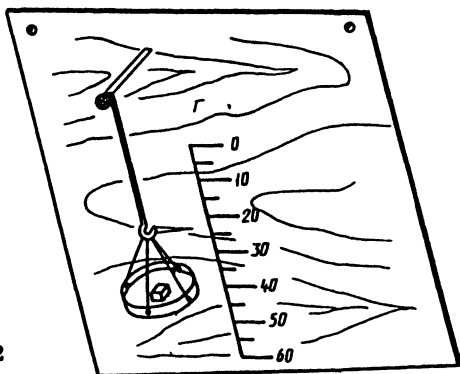

Рис. 6.12
- Элементарные весы для взвешивания мелких грузов можно сделать с помощью резинки с чашкой. Растяжение резины можно протарировать массой расфасованных товаров с известным весом (рис. 6.12). При наличии металлической пружины в Ваших силах сделать и простой безмен, работающий на принципе растяжения пружины.